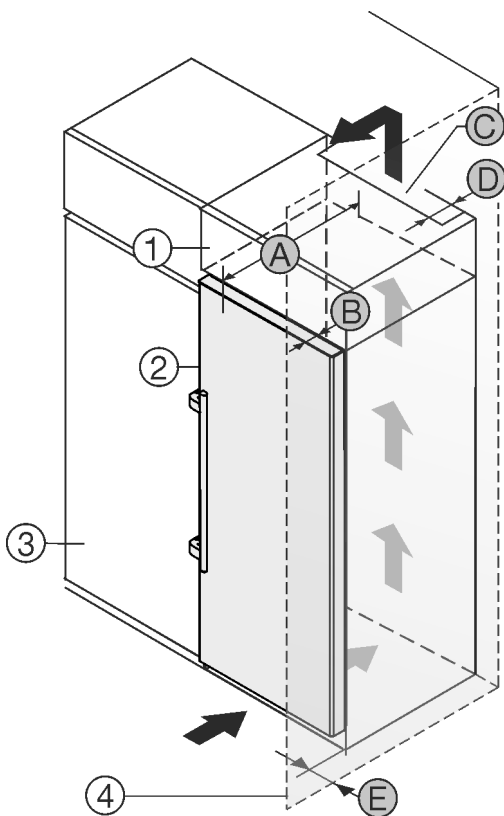

Fig. 2
Ви можете встановити пристрій безпосередньо поряд із кухонною шафою Fig. 2 (3).*
Зі зворотного боку шафи для встановлення на пристрій слід передбачити вентиляційну шафу завглибшки Fig. 2 (D) на всю ширину цієї шафи.*
Слід дотримуватись вентиляційного отвору Fig. 2 (C) в стелі приміщення.*
Якщо пристрій із шарнірами встановлюється поряд зі стіною Fig. 2 (4), відстань між пристроєм та стіною повинна бути не менше 57 мм. Це відповідає необхідній відстані для ручки після відкривання дверцят.*
Щоб мати можливість повністю відкривати дверцята, потрібно, щоб пристрій виступав на відстань глибини дверцят Fig. 2 (B) відносно передньої панелі кухонної шафи. Залежно від глибини кухонних шаф Fig. 2 (3) та використання пристінних розпірок пристрій може ще більше виступати вперед.*